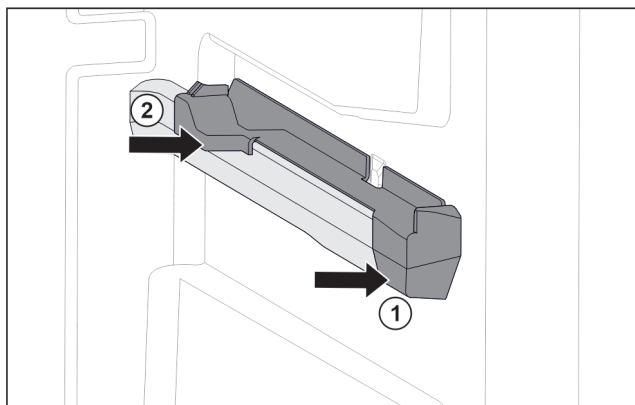

Fig. 80 Element nasadzany na prawym żebrze pojemnika
- ▶ Umieścić element nasadzany z przodu na żebrze pojemnika. Fig. 80 (1)
- ▶ Docisnąć element nasadzany z tyłu. Fig. 80 (2)